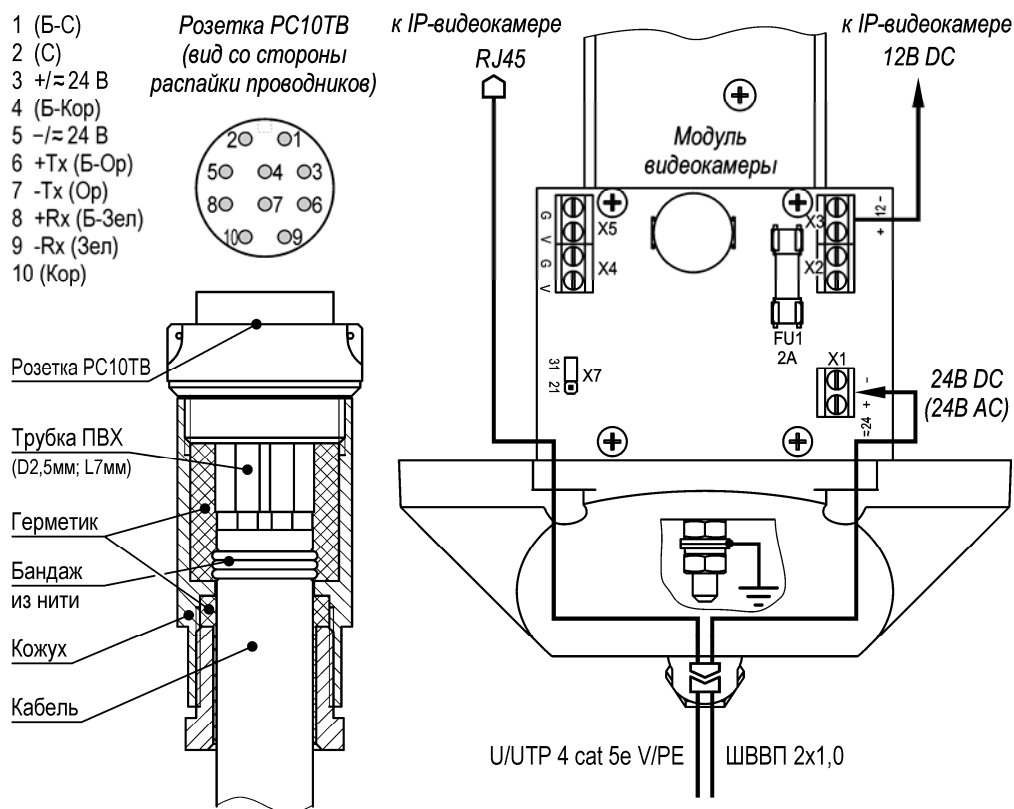

Рис.2 Распайка разъема PC10TV и схема подключения IP-видеокамеры
1. Распаять ответную часть разъема PC10TV согласно требованиям к электромонтажу в соответствии с рис.2. После распайки разъем заполнить герметиком кремнийорганическим.
5. При необходимости изменить мощность обогрева, выкрутить 4 винта крепления задней крышки гермобокса, выдвинуть модуль видеокamеры из кожуха и установить джампер X7 в нужное положение (рис.2). Установить модуль видеокamеры обратно в кожух. Закрутить 4 винта крепления задней крышки с усилием $5\pm 0,5$ Нм.
Предприятием изготовителем джампер Х7 установлен в положение «31» - мощность обогрева 31 Вт, для изменения мощности на 21 Вт джампер Х7 необходимо переставить в положение «21» (см. рис.2).